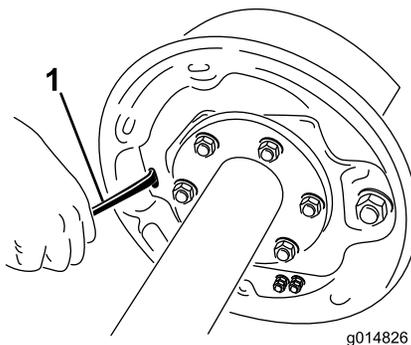

Figure 2
4. Avec un tournevis, tournez la roue dentée de l'ensemble de réglage pour écarter les segments de freins (Figure 2).